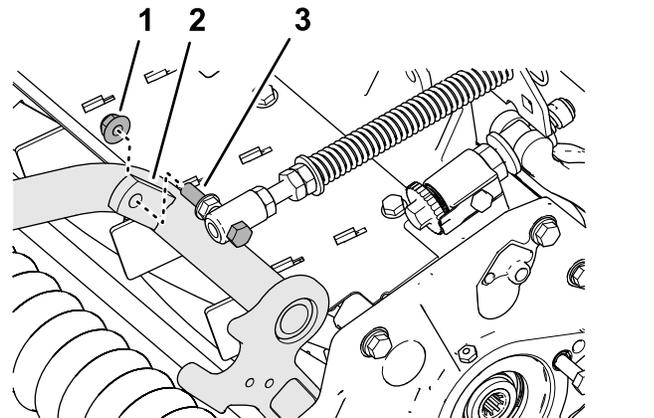

Figura 20
4. Montate il bullone senza dado della molla di compensazione per il manto erboso all'aletta destra del telaio portante (Figura 20) con il dado di bloccaggio flangiato ($\frac{3}{8}$ ").